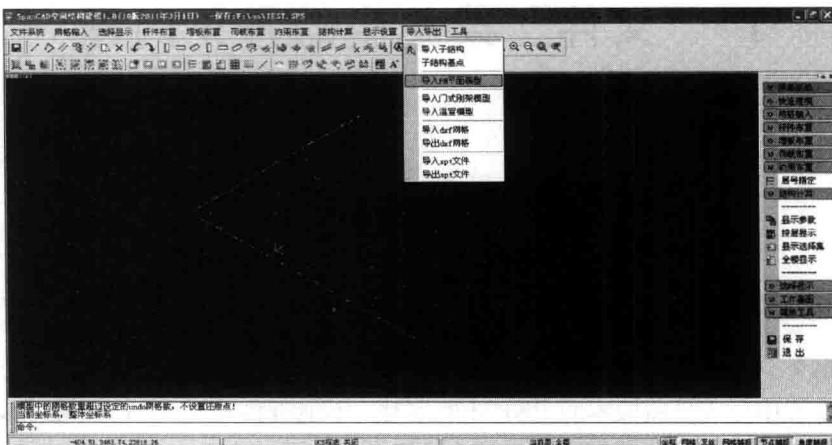
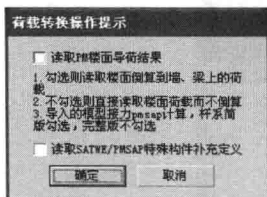

图 1.1.3 导入 PM 平面模型
图 1.1.4 荷载转换
(3) 导入 PM 平面模型 (见图 1.1.3 及图 1.1.4)